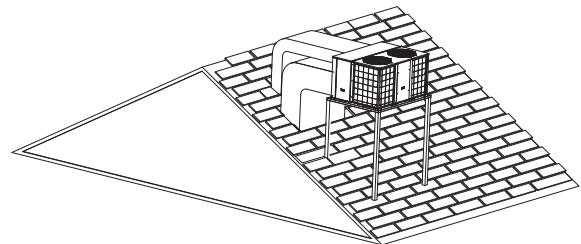

Fig.5-2
- Aplicación típica de techo con marco (consulte la Fig.5-2).